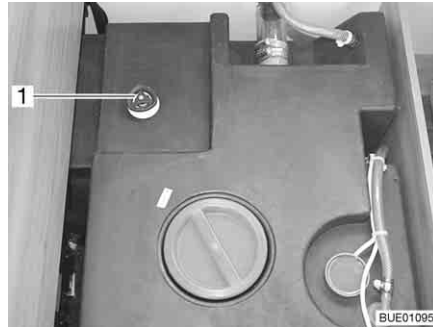

Bild 157 Wassertank mit Drehgriff
- Auf dem Wassertank den Drehgriff (Bild 157, 1) entgegen dem Uhrzeigersinn über den Widerstand hinaus bis zum Anschlag drehen, um die Ablauföffnung vollständig zu öffnen.